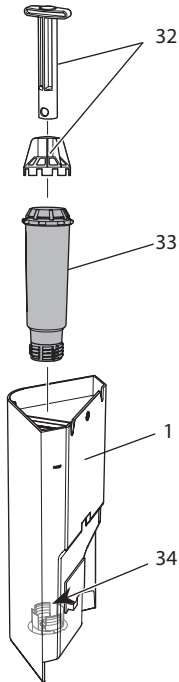

Abb. 18: Wasserfilter ein- oder ausschrauben
7. Setzen Sie einen neuen Filter in den Wassertank ein (siehe *Abb. 18*).
2. Entfernen Sie den Wasserfilter (siehe *Abb. 18*).